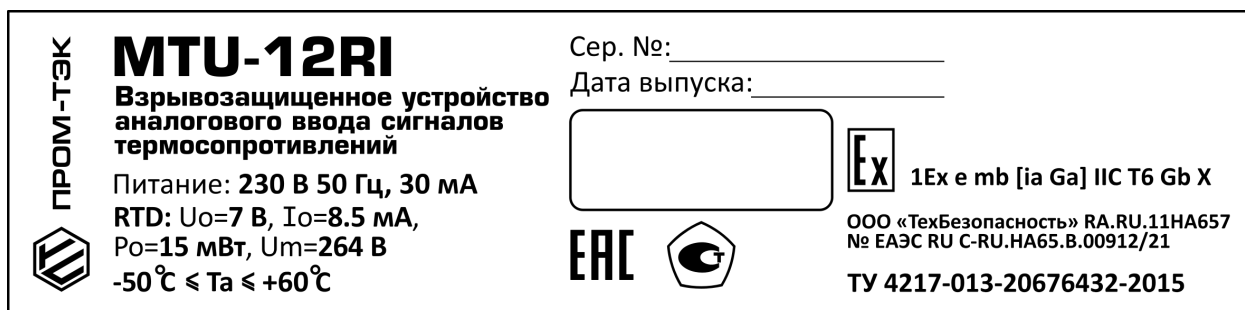

Рисунок 2 – Маркировочная табличка
3.7.2 На маркировочной табличке приведены следующие данные (рис. 2):